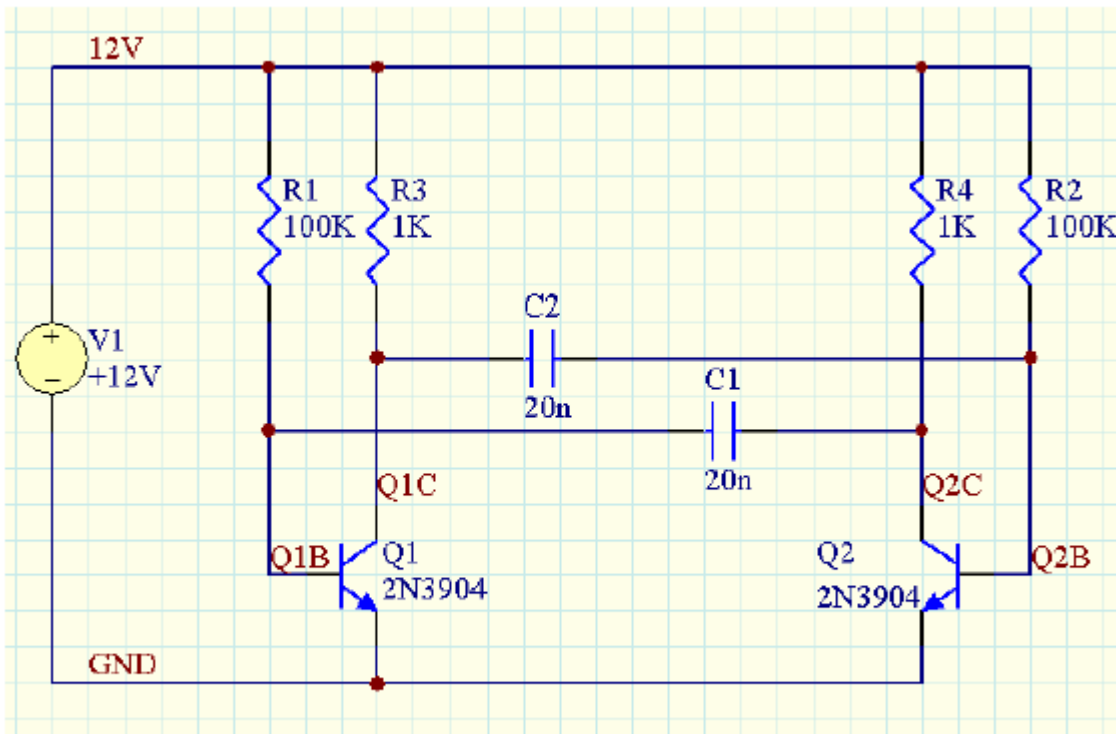

Figure 9. Simulation-ready schematic
- 2、将光标放在与Q1基极连接的导线上。参照Figure 9的网络标签的放置。左击或按**ENTER**将网络标签放在导线上。